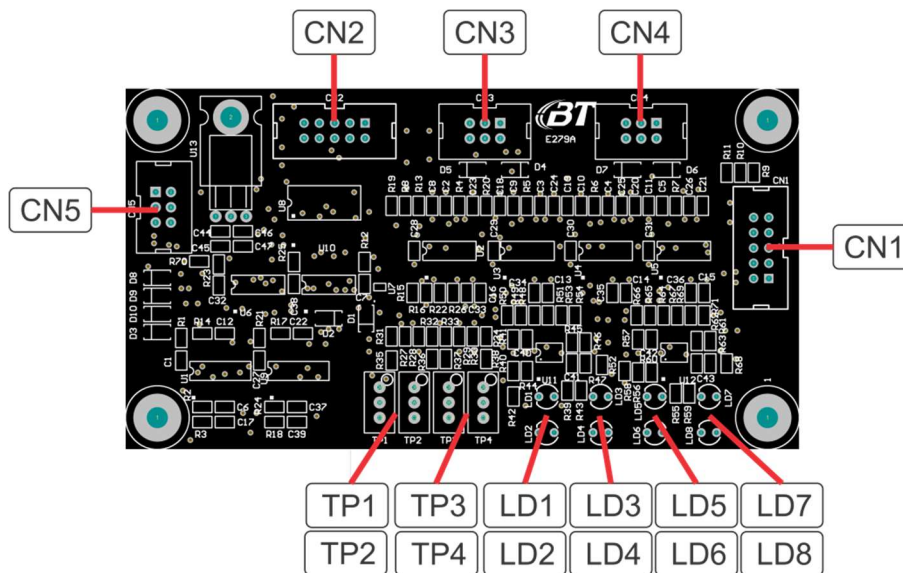

Figura 39: PCI E279A
4.5.1 Controle da carga, E279A, Figura 39.